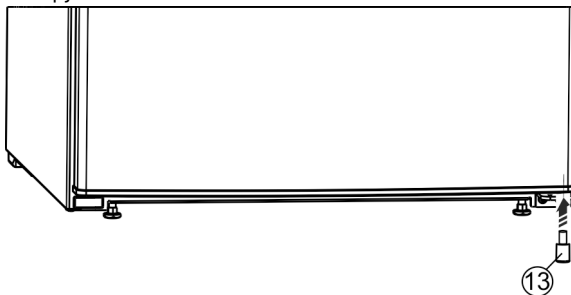

Fig. 27\*
- ▶ Vendosni përsëri në vend pjesën distancuese Fig. 27 (13) djathtas poshtë në derë, sepse është e rëndësishme për qëndrueshmërinë e pajisjes.\*